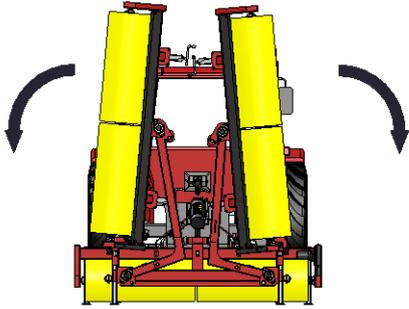

Abbildung 4
2. Senken Sie die Flügel (Abbildung 4) der Top Brush langsam ab, bis sie sich komplett in der unteren Position befinden (Abb. 5).